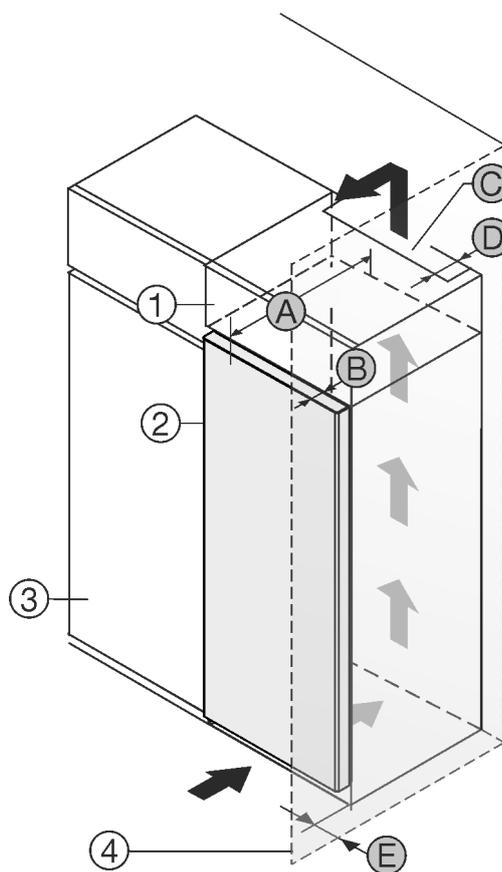

Fig. 1
- (1) Rehausse \*
- (2) Appareil \*
- (3) Placard de cuisine \*
- (4) Mur \*
- (A) Profondeur de l'appareil \*
- (B) Profondeur de porte \*
- (C) Section de ventilation \*
- (D) Distance du dos de l'appareil \*
- (E) Distance par rapport au côté de l'appareil \*
Vous pouvez placer le réfrigérateur directement à côté de l'armoire de cuisine Fig. 1 (3)\*
Une sortie d'air avec la profondeur Fig. 1 (D) doit être présente au dos de la rehausse sur toute sa largeur.\*
La section de ventilation *Fig. 1 (C)* sous plafond doit être respectée.\*
Si le réfrigérateur est installé avec les charnières près d'une paroi *Fig. 1 (4)*, la distance entre le réfrigérateur et la paroi doit être d'au moins 13 mm.\*
Pour pouvoir ouvrir complètement les portes, le réfrigérateur doit dépasser de la profondeur de la porte *Fig. 1 (B)* par rapport à la façade du placard. L'appareil peut déborder encore plus en fonction de la profondeur des placards *Fig. 1 (3)* et de l'utilisation de cales d'épaisseur.\*